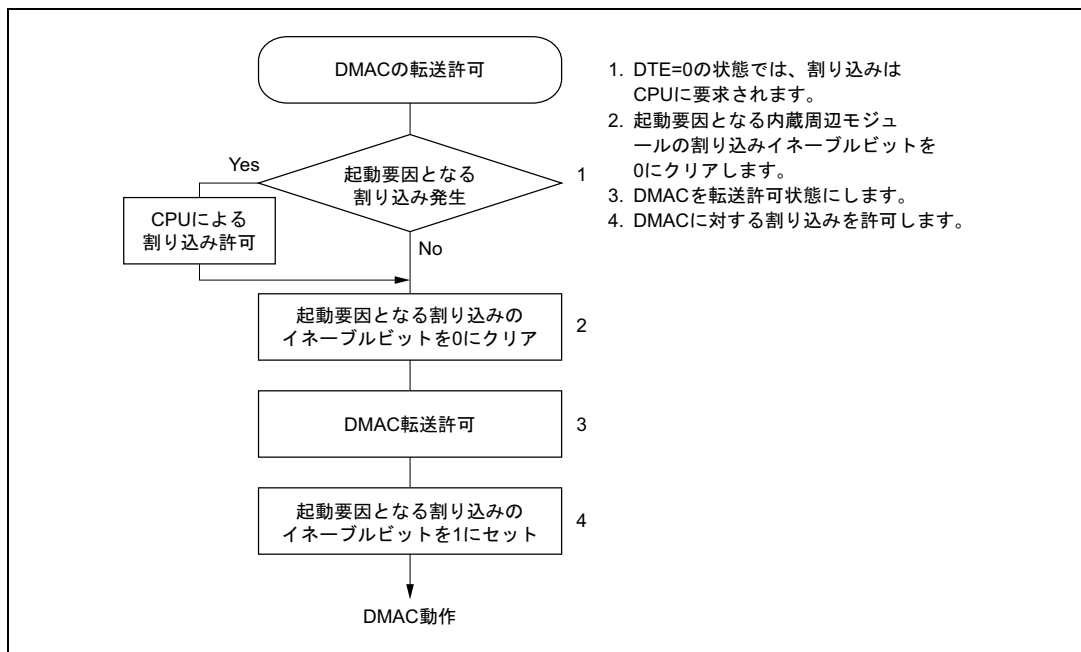

図 8.26 内蔵周辺モジュールが動作中に DMAC を転送許可状態にする場合の手順例
- (1) 内部割り込みでDMACを起動する場合、起動要因を選択してからDMACを転送許可状態にするまでの期間に選択した起動要因が発生しないようにしてください。すなわち、DMACを転送許可状態にした後、起動要因となる内蔵周辺モジュールを動作させてください。内蔵周辺モジュールの動作中にDMACを許可状態にする場合、図8.26の手順で行ってください。
なお、DTE=1なおかつDTME=0の状態では、DMACは停止状態であり、またCPUにも起動要因となる割り込みは要求されません。例えば、NMI割り込みにより、DMACを停止状態にした場合は、起動要因となる割り込みはCPUには要求されません。このとき、DMAC動作を打ち切る場合には、DTEビットを0にクリアし、CPUに割り込みを要求させてください。DMAC動作を継続する場合には、DTMEビットを1にセットする前後で、図8.26の2、4の操作を行ってください。